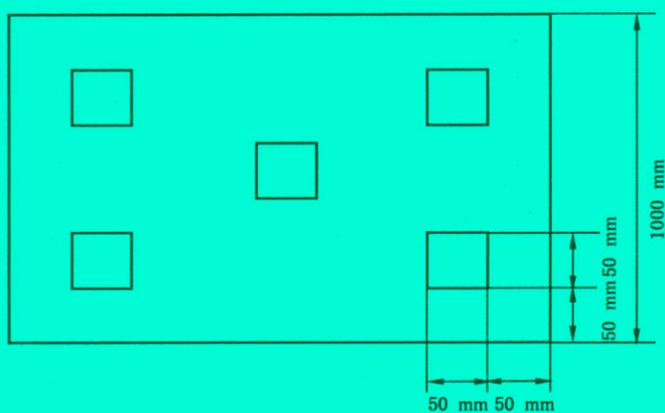

图 4 取样位置
7.5.1.1 同一批包装单位的功能膜, 在每一个包装单位内任意位置裁取长度为 1000 mm 、宽度为该膜宽度的试样, 在试样的四角和正中间取 $50 \text{ mm} \times 50 \text{ mm}$ 的试样 5 块, 试样外边缘距该膜边缘 50 mm , 如图 4 所示。